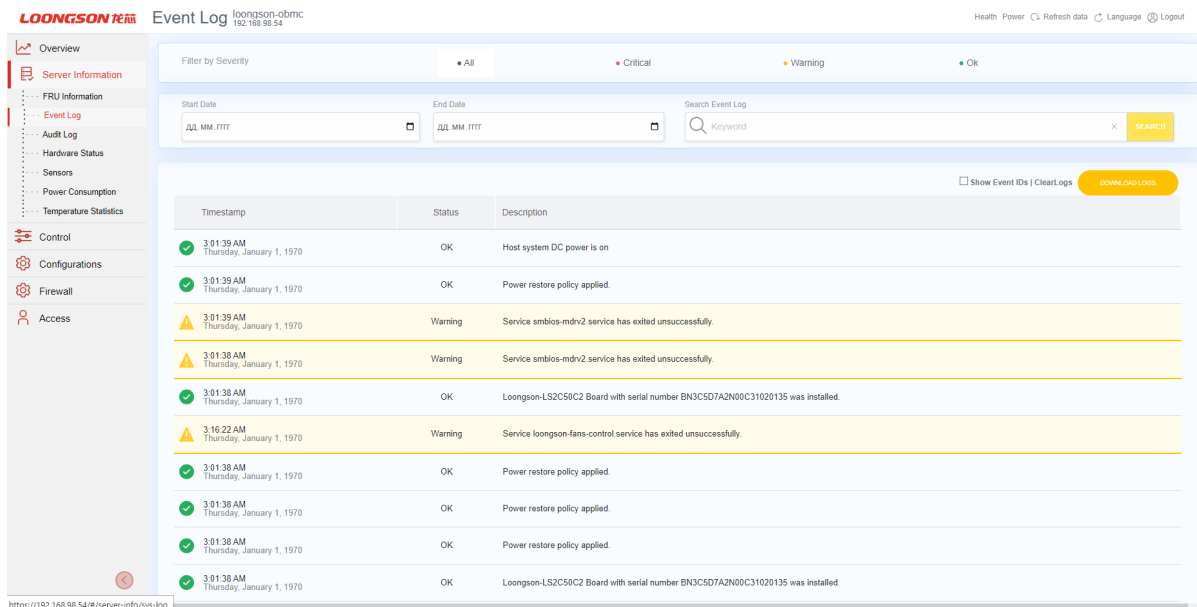

Рис. 68. Окно «Event log»
- 3) Пройдите во вкладку «Server Information» → «Event log» в данной вкладке отображена различная информация из журналов событий, которая генерируется различными датчиками, чтобы отслеживать состояние сервера. В поле «Filter by Severity» произведите фильтрацию по степени серьезности события (All; Critical; Warning; Ok). В поле «Start Date» произведите фильтрацию по дате начала события, в поле «End Date» произведите фильтрацию по дате окончания события. В поле «Search Event Log» произведите поиск по типу произошедшего события. Установка флажка в поле «Show Event IDs | ClearLogs» позволяет очистить журнал событий. Кнопка «Download Logs» позволяет выгрузить журнал событий. Окно показано на рис. 68 Окно «Event log»